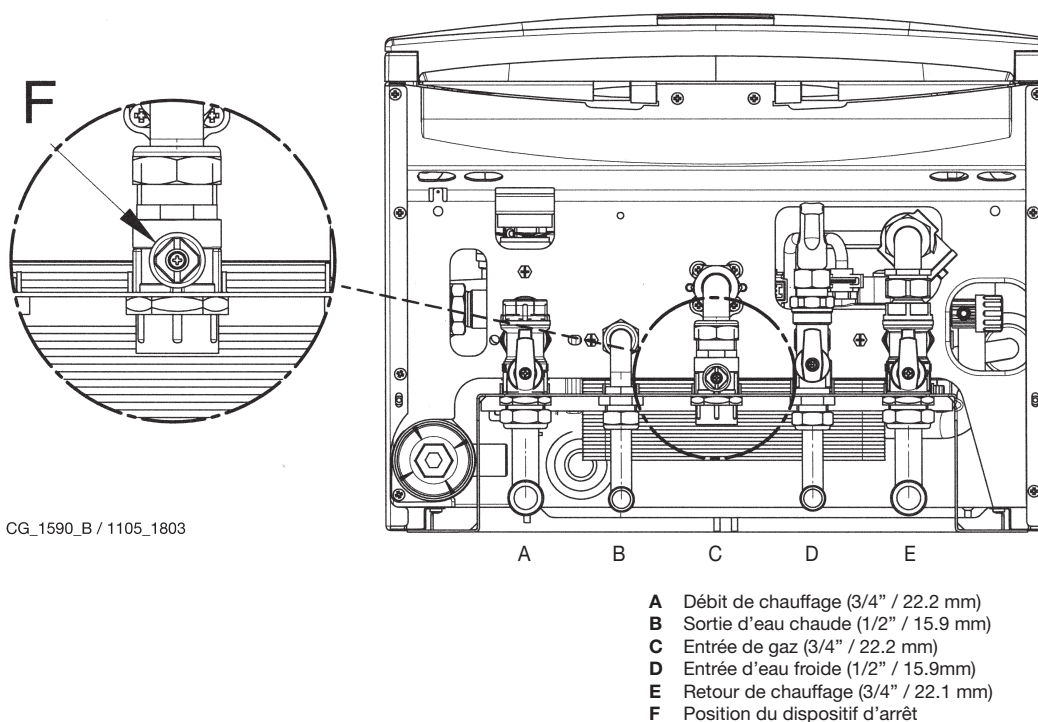

Fig. 2
La tuyauterie en alimentation en gaz doit être installée conformément aux codes applicables. Localisez et installez une soupape d'arrêt manuel avant la soupape de gaz, comme indiqué à la figure 2 (F) – section 3, en respectant les exigences de la réglementation provinciale et locale.